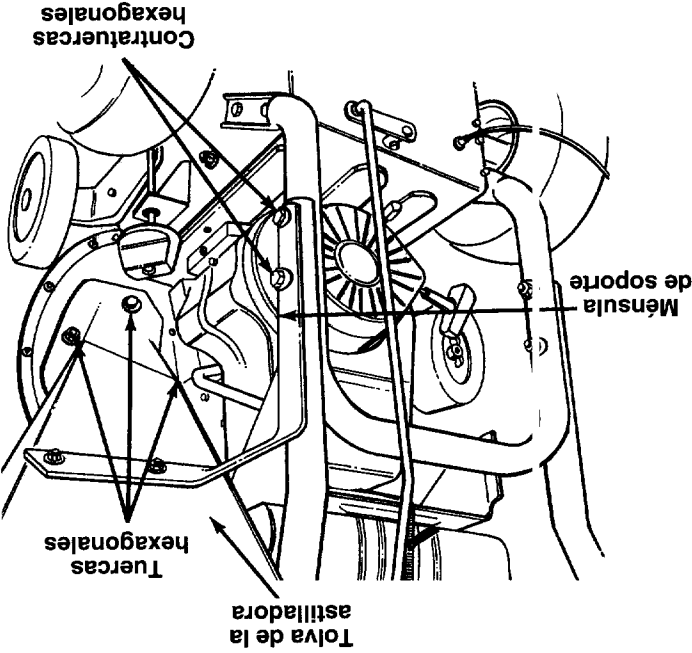

FIGURA 4.—Vista desde la posición del operador
- Retire las tres arandelas acopadas y tuercas hexagonales de los pernos prisioneros soldados. Encontrará esos pernos prisioneros soldados al lado de la abertura del lado derecho de la astilladora-aspiradora. Vea la figura 4.
- Retire las dos contratuercas hexagonales de los pernos hexagonales que aseguran el lado derecho del mango superior al mango inferior. Deje en su lugar los pernos y arandelas. Vea la figura 4.
- Retire los dos pernos hexagonales, arandelas planas y tuercas, las que están fijadas a la mensula de soporte. Vea la figura 4.